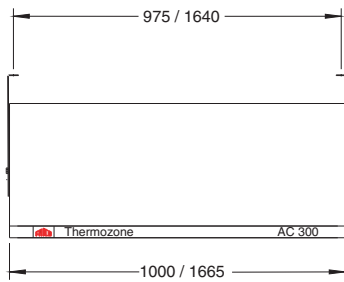

Fig. 1
- Разметьте место на стене или на потолке под отверстия консолей, надежно закрепите консоли и подвесьте завесу на консоли (рис.1). Крепление производится штатными болтами М10 в центральные отверстия консоли и на торце завесы, угол нужного наклона завесы фиксируется штатными болтами М10 в соответствующих отверстиях консоли и завесы.
- Соблюдайте минимальные расстояния (рис.1) и следите за тем, чтобы аппарат не устанавливался непосредственно под/над силовой розеткой.